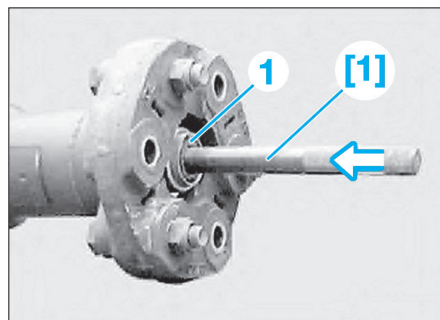

Fig. 5
- [1]. Mandrin à frapper pour le dégagement de la douille de centrage de l'arbre de transmission (ref : 11 1 310) (Fig.5).
- Remplir l'orifice de centrage (1) avec de la graisse visqueuse (Fig.5).
- Enfoncer l'outil [1] dans l'orifice de centrage à l'aide d'un maillet plastique. La pression exercée sur la graisse a pour effet de chasser la douille de centrage (1) de l'arbre de transmission. Si besoin est, remettre plusieurs fois de la graisse.